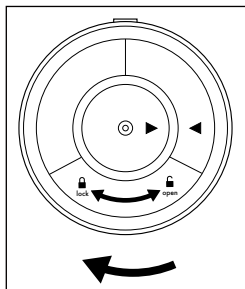

Abb. 2
7. Setzen Sie den Batteriefachverschluss **13** wieder ein. Drehen Sie den Batteriefachverschluss **13** im Uhrzeigersinn in Richtung **lock** , bis die beiden Markierungen **▶ ◀** auf gleicher Höhe sind und der Batteriefachverschluss **13** hörbar einrastet (siehe Abb. 2).